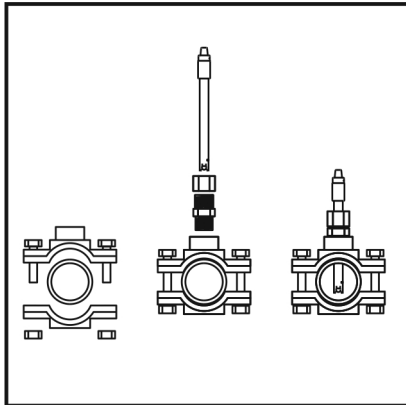

Fig 8.
- Instalar los racors de inserción de los electrodos de pH/ORP en el circuito a través de un collarín (no incluido con el equipo) (Fig. 8)